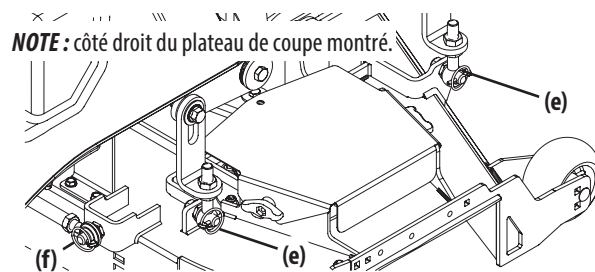

Figure 36
- Retirez les quatre goupilles (e) qui fixent le plateau de coupe à l'ensemble de levage du plateau de coupe (Figure 36).
- Retirez la goupille (f) qui fixe la barre stabilisatrice arrière à l'arrière, du côté droit du plateau de coupe (Figure 36).